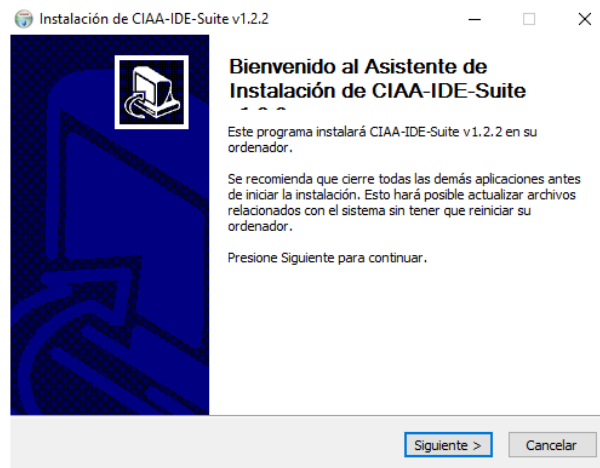

Figura 6: Arranque del instalador del software IDE
- **Paso 1:** Una vez realizada la descarga del instalador, se ejecuta dicha aplicación, la Figura 6 muestra el arranque del instalador, sobre ella, debe seleccionarse *Siguiente*.